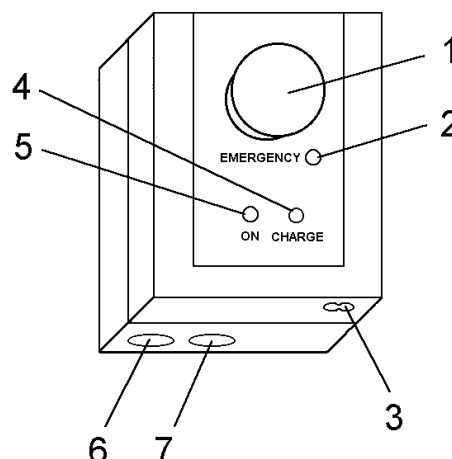

Abb. 4 Controlbox
Die Controlbox kann an der Wand neben dem Lifter fest installiert werden. An ihr befinden sich die NOT-AUS-Taste (**Abb. 4, Pos. 1**), ein elektrischer Notablaß (**EMERGENCY - Abb.3, Pos.2**), die Ladebuchse (**Abb. 4, Pos. 3**) und die Ladekontrollleuchten (**ON und CHARGE - Abb. 4, Pos. 4 und 5**). An der Controlbox befinden sich ferner die Anschlußbuchsen für Handtastatur (**Abb. 4, Pos. 6**) und Motor (**Abb. 4, Pos. 7**).
- Bei Gefahr die NOT-AUS-Taste drücken (**Abb. 4, Pos. 1**). Der Motor hält sofort an, die Hebe- oder Senkbewegung wird gestoppt.
- Ladekabel mit der Ladebuchse unter der Controlbox verbinden (Abb. 4, Pos. 2).
- Die Ladespannung des Ladegeräts beträgt ca. 27,5 V(DC) und der Ladestrom beträgt ca. 20 mA.